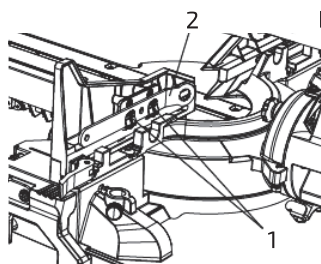

Рис. 9
Для удобства хранения и предотвращения потери гаечного ключа диска (2), когда он не используется, в задней части выдвигного упора предусмотрен специальный отсек (1) (рис. 9).